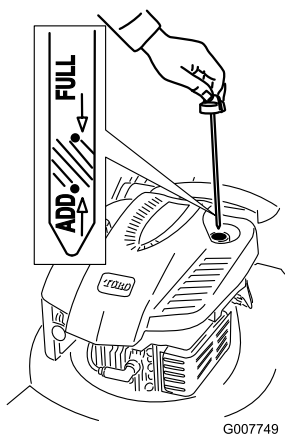

Figura 8
1. Togliete l'asta di livello (Figura 8).
2. Versate **lentamente** l'olio nel tubo di riempimento finché non raggiunge il segno di **pieno** sull'asta (Figura 8). **Non riempite troppo.** (Riempimento massimo: 0,59 litri, tipo: olio detergente SAE 30 con classificazione API SF, SG, SH, SJ, SL o superiore.)
1. Togliete l'asta di misurazione del livello dell'olio, asciugatela ed inseritela a fondo nel foro (Figura 8).
2. Estraete l'asta e controllate il livello dell'olio (Figura 8). Se il livello dell'olio è inferiore alla tacca **Add** sull'asta, versate **lentamente** dell'olio nel foro del bocchettone fino a portarne il livello alla tacca **Full** sull'asta. **Non riempite troppo.** (Riempimento massimo: 0,59 litri, tipo: olio detergente SAE 30 con classificazione API SF, SG, SH, SJ, SL o superiore.)